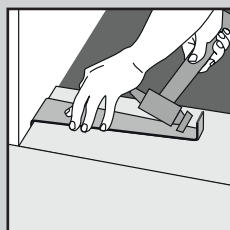

Rys. 3b
4. Rozpocząć drugi rząd, mocując pióro do wpustu metodą klik; deskę trzymać pod kątem (około 30°), a następnie wstukać deskę/plytkę ciasno we wpust pierwszego rzędu. Kolejną deskę/plytkę zamontować, ostrożnie, łącząc pióro i wpust po długiej stronie (Rys. 3). Plytki i deski należy montować przesunięte względem siebie, aby cztery kąty nigdy się nie spotykały. (Rys. 3a i Rys. 3b).